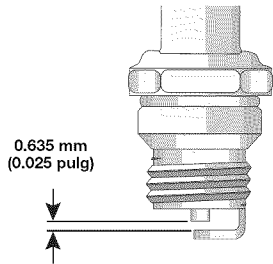

Fig. 19
4. Cambie las bujías que estén rajadas, sucias o deterioradas. Fije la separación de aire a 0,635 mm (0,025 pulg.) utilizando un calibrador (Fig. 19).